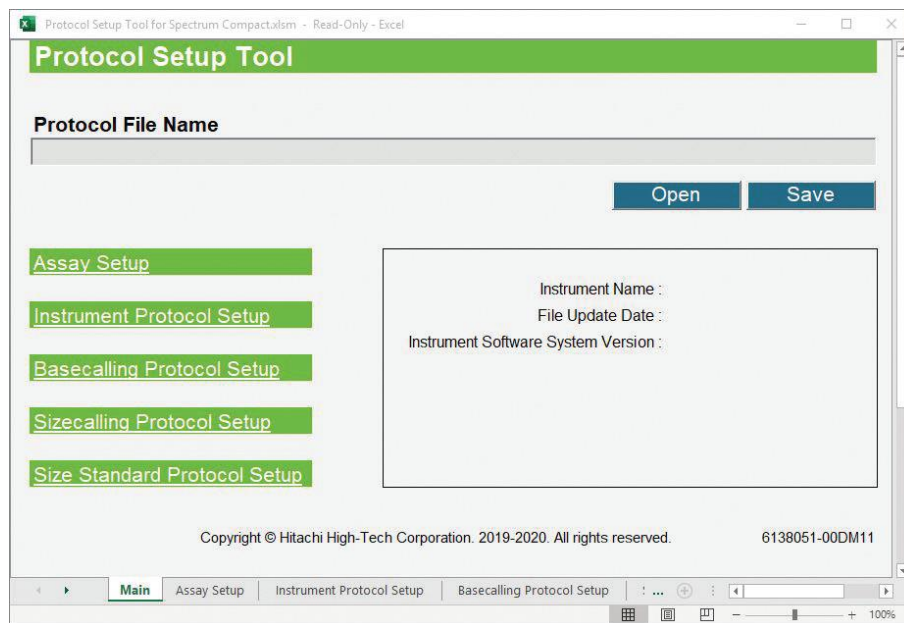

図 190 Protocol Setup Tool for Spectrum Compact のメインワークシート画面
1. エクセルマクロ対応の「Protocol Setup Tool for Spectrum Compact.xlsm」のワークブックを開くと、メインタブのワークシートが表示されます。（図 190）
5. ワークシートの「Main」タブのいずれかの **Setup** を選択するか、ワークシートのいずれかの「Setup」タブを選択し、希望するアッセイやプロトコルの情報にアクセスします。（図 190）
1. ワークシートの「Main」タブの Instrument Protocol Setup を選択するか、ワークシートの「Instrument Protocol Setup」タブを選択し、「Instrument Protocol Setup」のワークシートを開きます。(図 190)
7. 「Main」タブを選択し、**Save** ボタンを選択します。(図 190) 「Save As」のウィンドウが表示されるので、新しい protocol.xml ファイルを保存したい場所(例えば、USB ドライブ)を指定し、その場所にある「Protocol」という名前のフォルダーに保存してください。(もし、Protocol のフォルダーが無い場合は、Protocol という名前で新しくフォルダーを作成してください)
1. 「Main」ワークシートの「**Basecalling Protocol Setup**」を選ぶか、タブから「Basecalling Protocol Setup」を選び、Basecalling Protocol Setup のワークシートを開きます。(図 190)